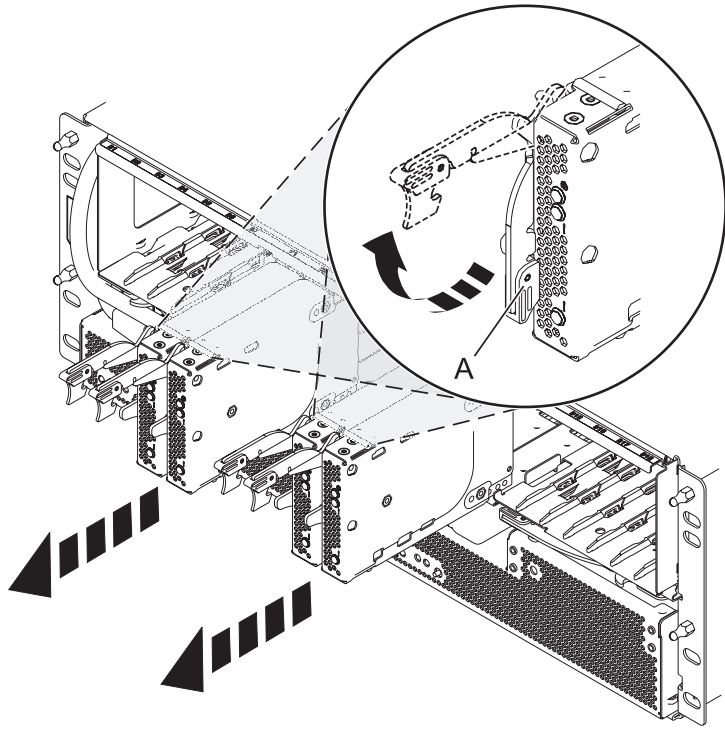

Figure 65. Retrait de la carte de port du fond de panier
5. Retirez les cartes de port et les obturateurs, comme illustré dans la figure 65, à la page 87.